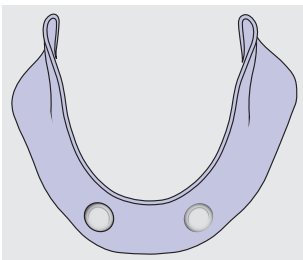

Fig. 5
6. (Fig. 5): Puede utilizarse una cubeta individual o bien una cubeta estándar para la toma de impresión. La zona alrededor del pilar deberá aliviarse 2 mm.